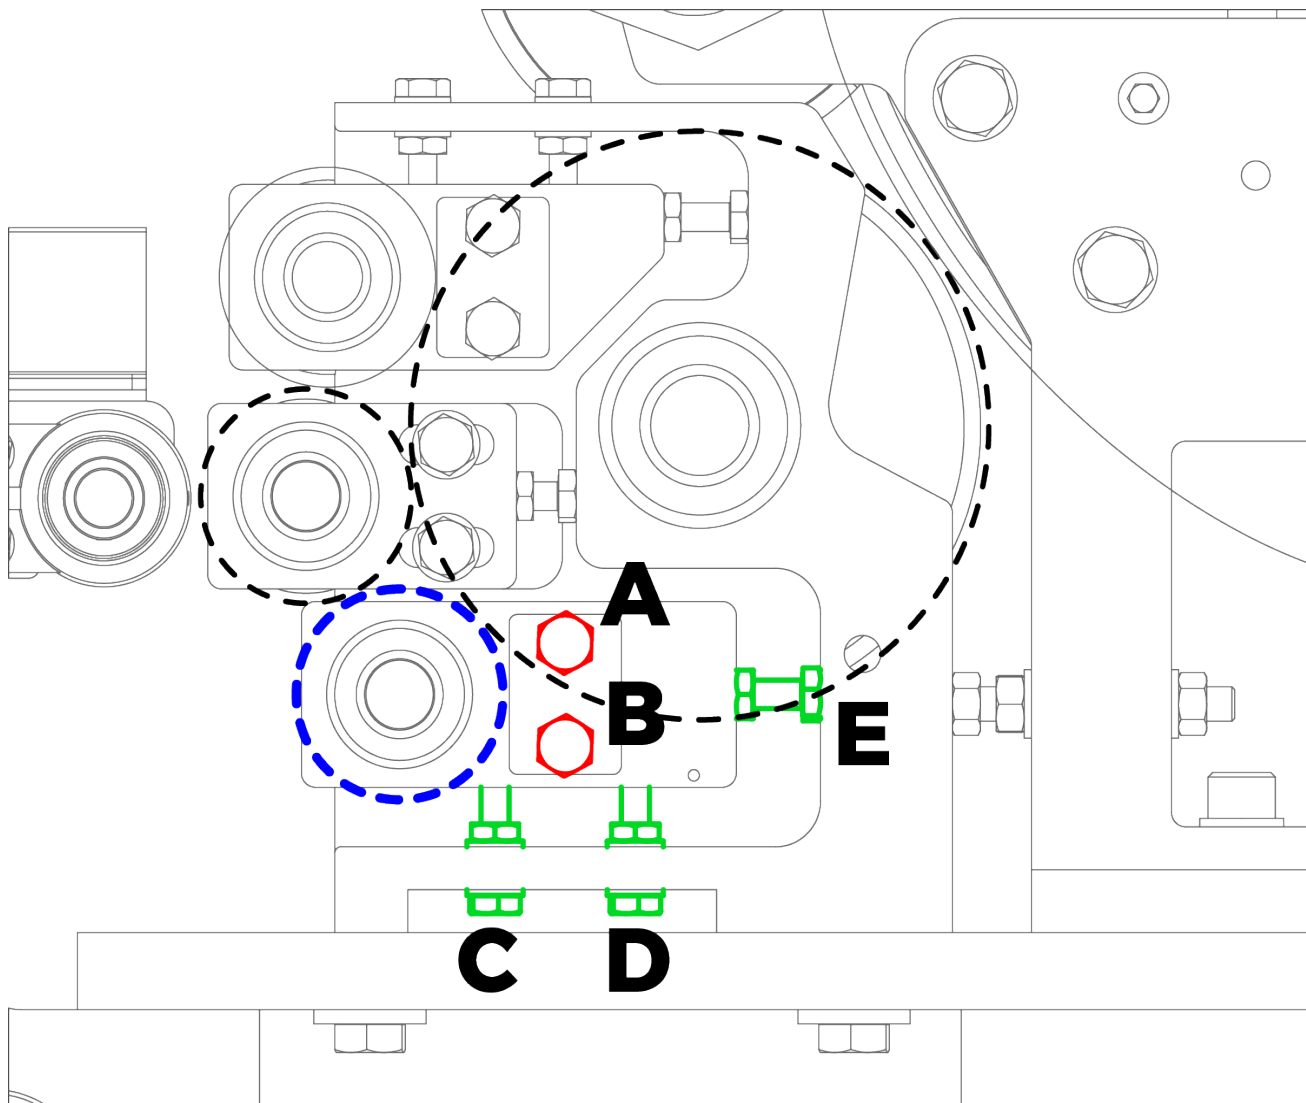

Figura 6.3.6 – Registrazione del rullo inferiore del gruppo di entrata
Dopo aver registrato il rullo centrale del gruppo di entrata è necessario posizionare correttamente il rullo inferiore (evidenziato in **blu** nella Figura 6.3.6) rispetto al rullo maggiore e al rullo centrale.
- Allentare le due viti di bloccaggio su entrambi i lati (simboli **A** e **B** nella Figura 6.3.6)
- Regolare la distanza agendo sulle viti di registro (simboli **C**, **D**, **E** nella Figura 6.3.6).
- Dopo aver impostato la corretta distanza su entrambi i lati del rullo serrare le viti di bloccaggio (simboli **A** e **B** nella Figura 6.3.6).
- Serrare i dadi e i controdadi delle viti di registro (simboli **C**, **D**, **E** nella Figura 6.3.6).